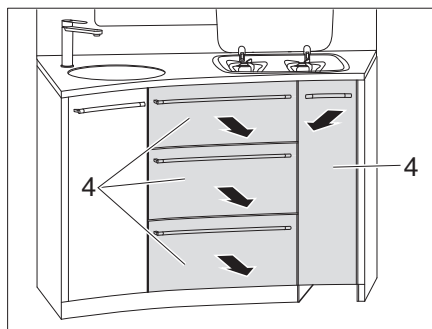

Bild 124 Küchenschubladen herausnehmen
- Küchenschubladen (Bild 124,4) herausnehmen.